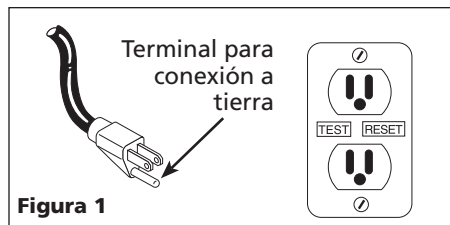

Figura 1
11. Este equipo está diseñado sólo para funcionar en circuitos de 120 voltios (monofásicos) y está equipado con un cordón eléctrico de 3 cables y 3 terminales para conexión a tierra tal como se muestra en la Figura 1.
1. Conecte el enchufe directamente a un tomacorrientes similar al de la Figura 1 que esté instalado y conectado a tierra correctamente.